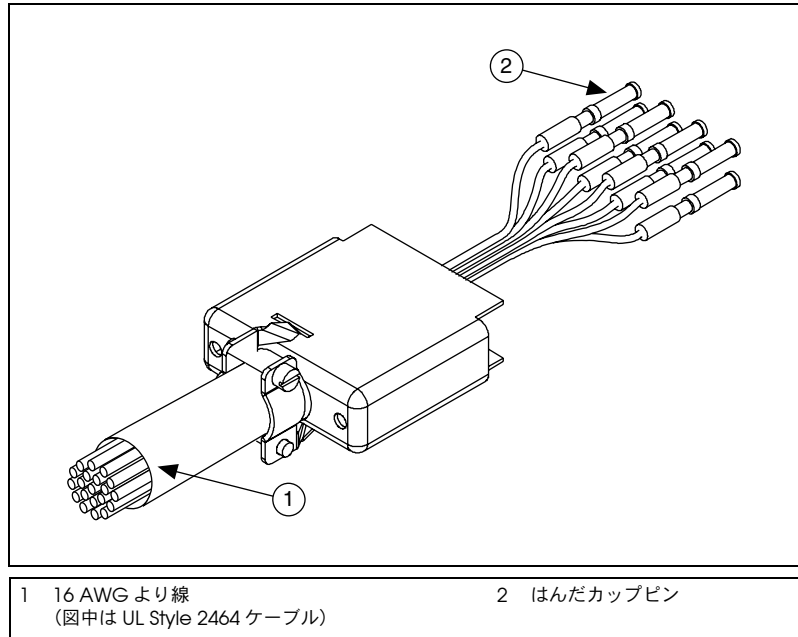

図 2 より線を通したバックシェル
8. 図 2 に示すように、すべての伝導体をバックシェルに通します。